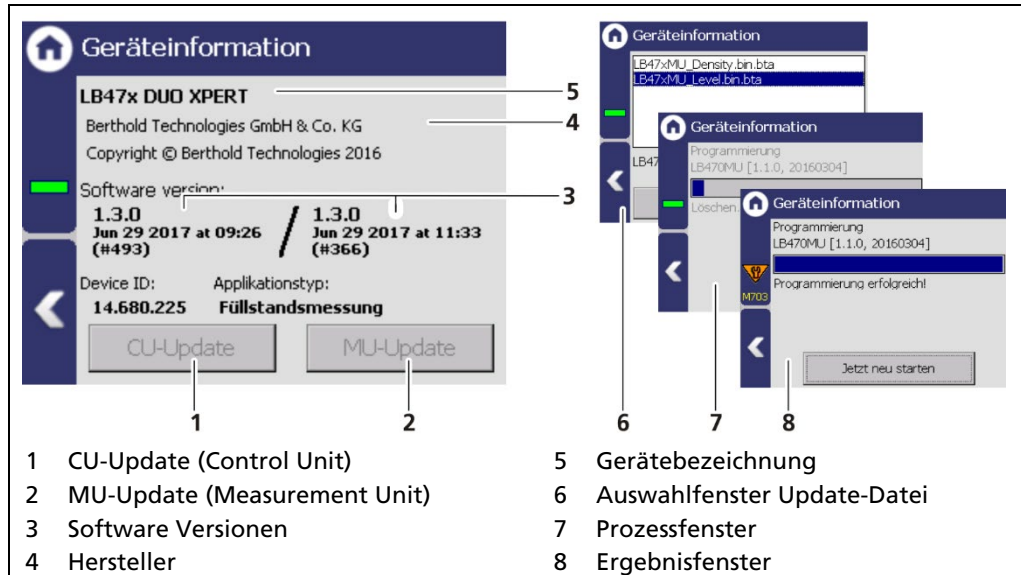

Abb. 34 Geräteinformationen
4. Der USB-Speicher wird nach einigen Sekunden vom System erkannt und die Schaltflächen können angeklickt werden. Klicken Sie auf **< CU-Update >** (Abb. 34, Pos.1)
- Das Auswahlfenster „Update-Datei“ (Abb. 34, Pos.6) öffnet sich.
5. Wählen Sie die entsprechende Datei aus und klicken Sie auf die Schaltfläche **< CU-Update >** (Abb. 34, Pos.1). Bestätigen Sie mit **< JA >**.
4. Der USB-Speicher wird nach einigen Sekunden vom System erkannt und die Schaltflächen können angeklickt werden. Klicken Sie auf **< MU-Update >** (Abb. 34, Pos.2).
5. Wählen Sie die entsprechende Datei aus und klicken Sie auf die Schaltfläche **< MU-Update >** (Abb. 34, Pos.2).